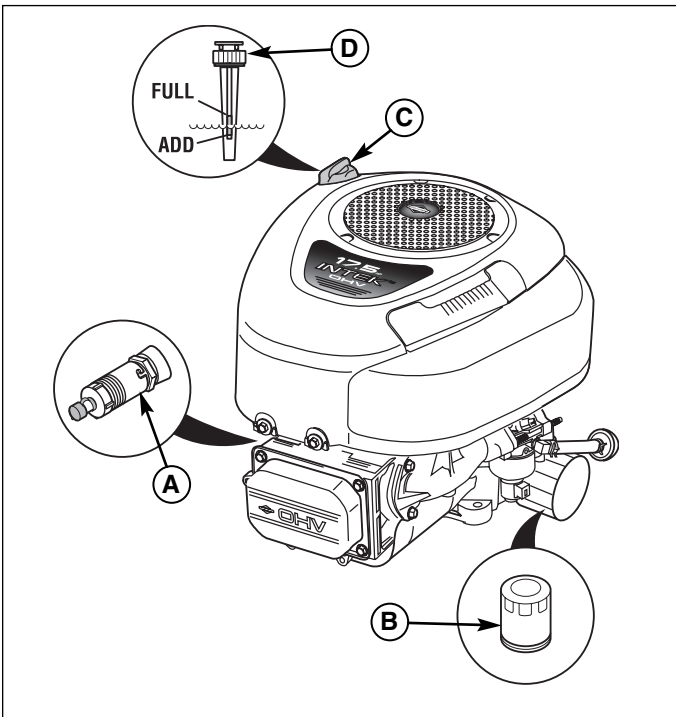
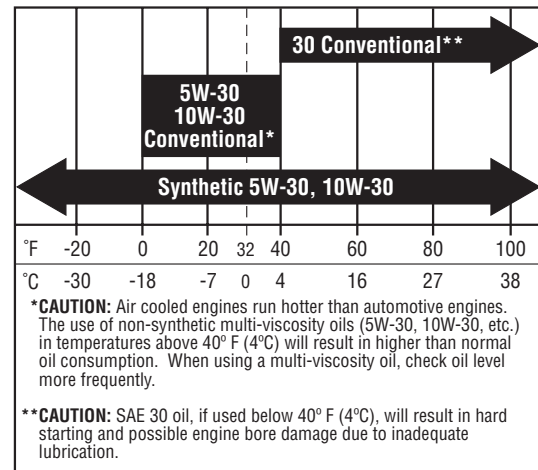

Figure 27. Modèles Briggs & Stratton mono-piston
Figure 31. Huile moteur conseillée - modèles Briggs & Stratton
2. Nettoyer la zone autour de la jauge manuelle (C, Figure 27, 28 ou 29).
3. Extraire la jauge (C) et l'essuyer avec une serviette en papier.
4. Réintroduire la jauge (C) dans le moteur. Sur les **modèles Briggs & Stratton**, revisser le capuchon sur le tube. Sur les **modèles Kohler**, enfoncer fermement le capuchon (C) en place.
5. Extraire la jauge manuelle et lire le niveau d'huile. Le niveau d'huile doit être entre les repères FULL et ADD (D). Si ce n'est pas le cas, ajouter de l'huile conformément aux tableaux de recommandation des huiles (Figure 31 ou 32).
1. Placer un récipient adapté d'une capacité de 4,5 litres (4 quarts) sous le robinet de vidange d'huile (A, Figure 27, 28 ou 29).
2. Desserrer ou sortir la jauge (C, Figure 27, 28 ou 29).
1. Nettoyer la zone autour de la jauge manuelle (C, Figure 27 ou 28) et du robinet de vidange d'huile (A).
3. Déposer le filtre à huile (B). Le mettre au rebut.